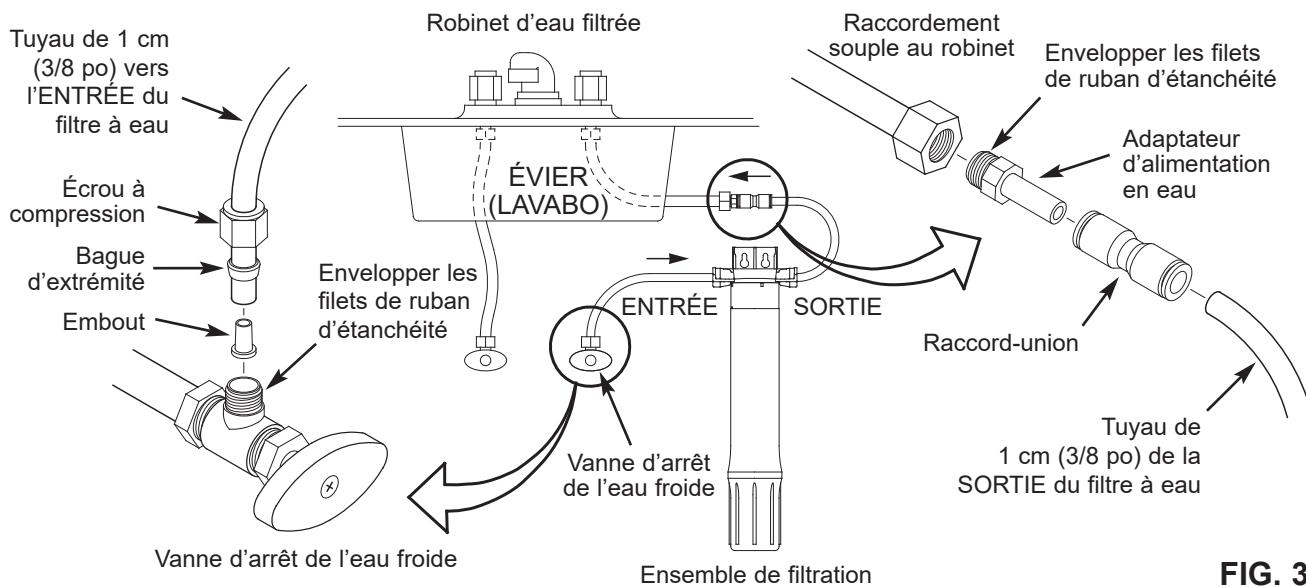

FIG. 3
Consultez et **respectez les codes locaux de plomberie** pendant la préparation, puis la mise en place des raccords du filtre à la conduite d'alimentation en eau froide sous l'évier. Les raccords - filetage 24 - 1,4 cm (9/16 po) et tuyaux de 1 cm (3/8 po) diam. ext. - sont fournis pour le raccordement de l'entrée et de la sortie du filtre sous l'évier. La Figure 3 illustre un branchement type avec les raccords d'alimentation en eau fournis.
- Prenez les pièces suivantes fournies : tuyau de 1 cm (3/8 po), écrou à compression, bague d'extrémité, embout de tuyau (cf. Fig. 3). Assemblez les pièces sur le tuyau, tel qu'illustré dans la Figure 3, puis vissez l'écrou à compression sur la vanne d'arrêt d'eau froide. Serrez l'écrou de manière à assurer l'étanchéité du raccord.
- Prenez l'adaptateur (fourni) d'alimentation en eau et, à l'aide du ruban d'étanchéité, vissez-le sur l'écrou de la conduite détachée à l'étape 2. Voir la Figure 3.
- Enfoncez la tige de l'adaptateur dans une extrémité du raccord-union fourni (cf. Figure 3). Veillez à enfoncer à fond la tige.